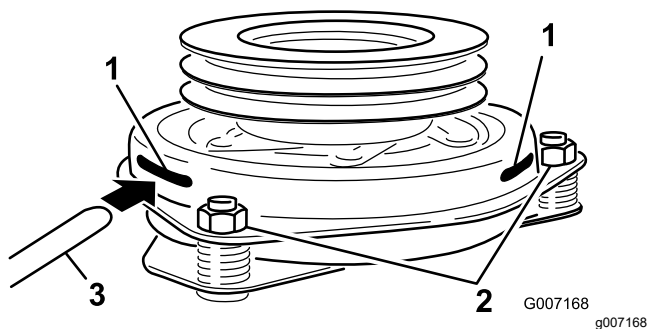

Рисунок 82
9. Вставьте калибр толщиной от 0,381 до 0,533 мм в контрольный паз в боковой части этого узла (Рисунок 82).
10. Затяните контргайки так, чтобы калибр был немного прижат, но его можно было легко перемещать в зазоре (Рисунок 82).